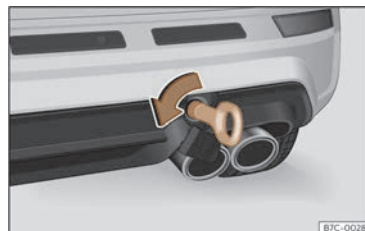

Fig. 186 No lado dereito do parachoques traseiro: argola de remolque enroscada.
- Enrosque a argola de remolque na cavidade, xirándoa ao máximo **no sentido contrario ao das agullas do reloxo** >>> **fig. 186**, >>> ①. Use un obxecto adecuado co que poida enroscar totalmente e con firmeza a argola de remolque na súa cavidade.